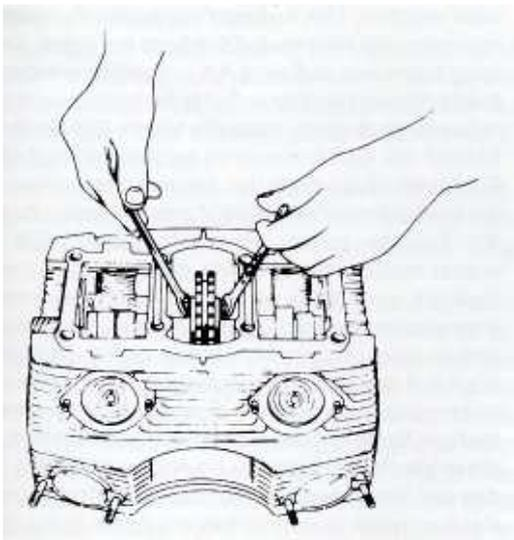
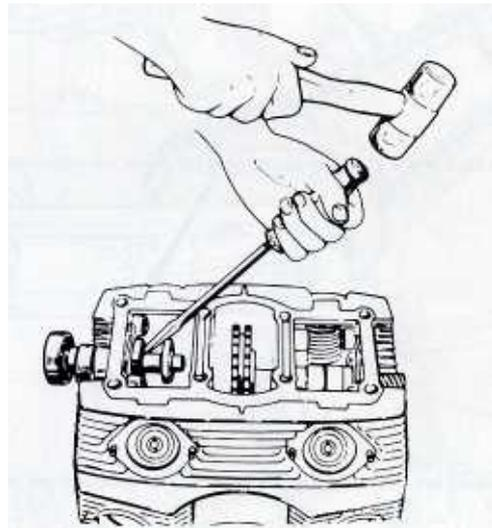

Bild 85
Bild 86
- Mit beiden 9 mm-Ringschlüsseln die Verbindungsmuttern der Nockenwellenflansche zum Kettenrad lösen (Bild 85). Wegen der beengten Raumverhältnisse müssen die Schlüssel sehr schlank sein, es müssen aber Ringschlüssel sein, sonst werden die Muttern beschädigt. Gegebenenfalls den Abzieher an der rechten Nockenwellenhälfte ansetzen, sonst wird die Nockenwelle mit einem weichen Dorn ausgetrieben (Bild 86). Man muss gegen das Kugellager klopfen, nicht gegen den Nockenwellenflansch oder den Nocken. Die Nockenwelle muss zusammen mit beiden Lagern und dem Flansch abgezogen werden. Dabei muss man sehr vorsichtig vorgehen, denn wenn das innere Lager nicht genau rechtwinklig durch den Sitz des äusseren Lagers gleitet, kann der Zylinderkopf so beschädigt werden, dass er ersetzt werden muss. Der Ausbau wird durch Anwärmen des Zylinderkopfes erleichtert.